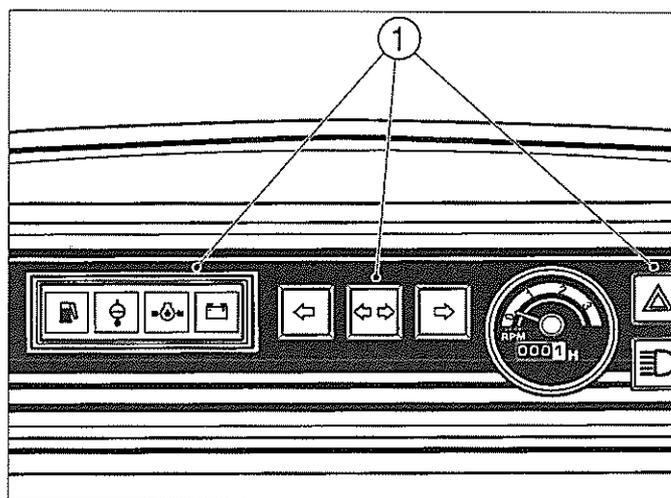

FIG. 9 / ABB. 9 / FIG. 9
FIG. 9 : La réglette de témoins lumineux (1) comprend plusieurs témoins lumineux pour contrôler certaines fonctions. Les positions utilisées (de gauche à droite) sont les suivantes: